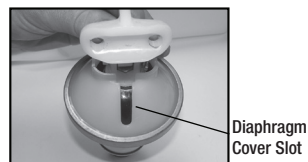

Figura 5
- 7) Anexe la palanca del pivote y el equipo de conexión al nuevo montaje de la bomba de diafragma. Asegúrese de que la orientación sea correcta con la ranura en la cubierta del diafragma (Figura 5).